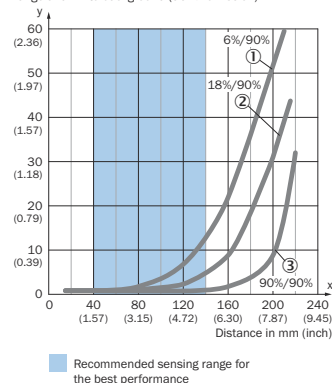

Figura 5: Curva caratteristica
La distanza minima ($= y$) per la soppressione di sfondo può essere determinata in base al diagramma [figura 5 ①] nel modo seguente: